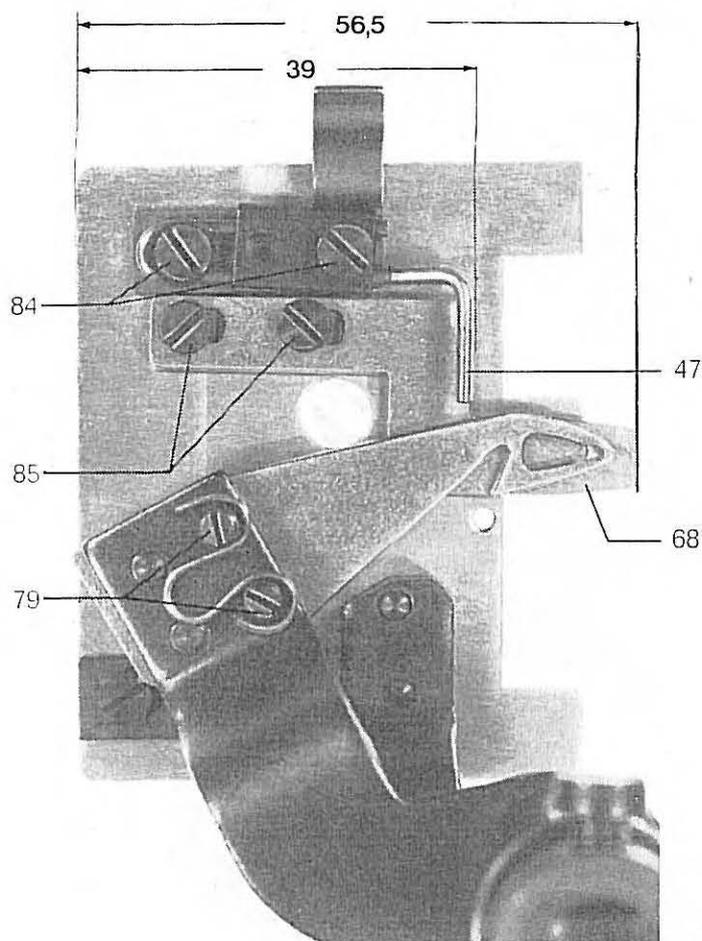

Fig. 61
1. Desserrer les vis 85 (fig. 61) et régler le contre-couteau 68 pour 56,5 mm. Voir fig. 61.
2. Desserrer les vis 84 et régler le ressort-butée 47 (épaisseur 2,5 mm) pour 39 mm. Voir fig. 61.
6. A l'aide des goupilles 79 (fig. 61) régler la pression de coupe de telle sorte que le contre-couteau s'applique parallèlement et sous une légère pression contre le tranchant du contre-couteau.